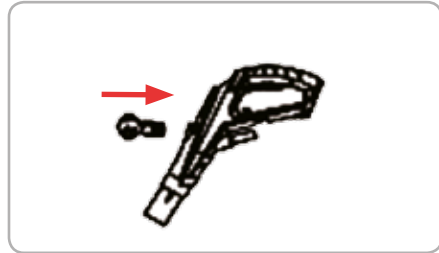

Fig.5
Asamblarea mânerului auxiliar (Fig. 5):
- Fixați mânerul auxiliar de corpul trimmer-ului ca în Fig. 5